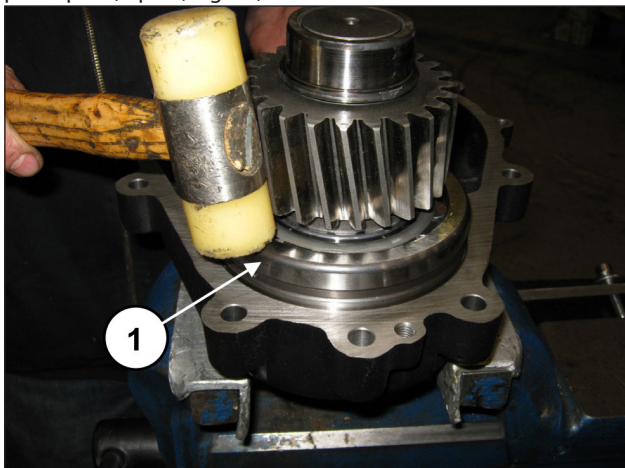

Fig. 87
Engager le pignon prémontré dans son logement sur le couvercle du réducteur à l'aide d'un maillet à embouts plastiques (rep. ①, Fig. 87).